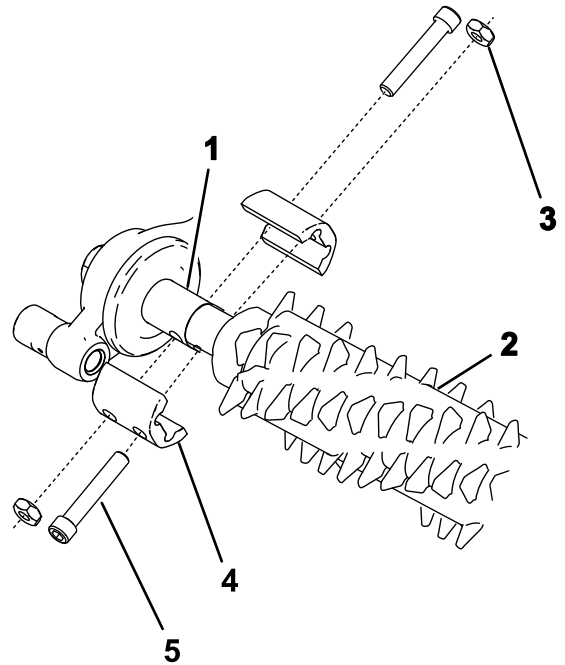

Figure 23
2. Alignez le groomer sur le boîtier d'entraînement et le galet de tension (Figure 23).
3. Fixez le groomer sur la machine comme montré à la Figure 23 et serrez les boulons à la main.